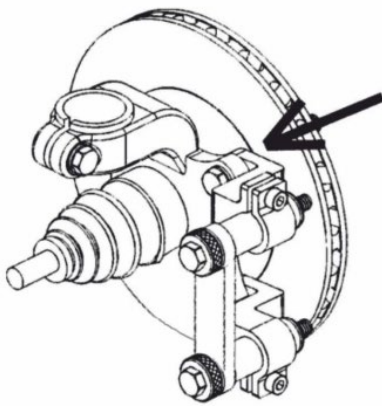

Рисунок 15
**7.2.2** Используйте красный крепежный адаптер, если отверстия для крепления суппорта не имеют резьбы (см. рис. 15).
**7.3.2** Изгиб должен оказаться прямо напротив привода (см. рис. 15)
- Изгиб должен оказаться прямо напротив привода (см. рис. 15)